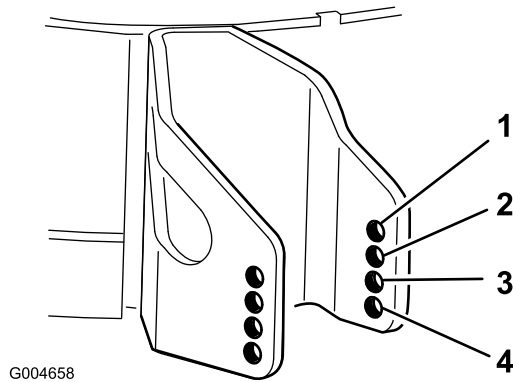

図 19
- 設定した刈高に一番近い数値の穴を、芝刈り防止ローラの取り付け穴とする(図 19)。